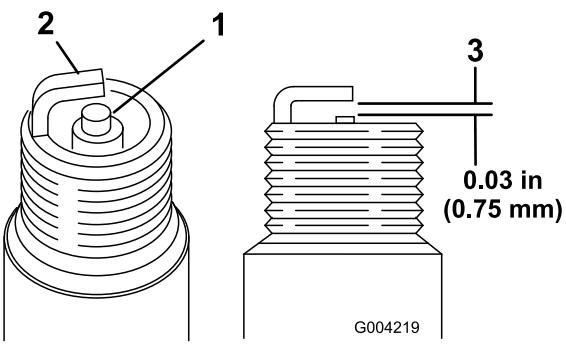

Figura 50
1. Controllate la parte centrale di entrambe le candele (Figura 50). Se l'isolatore è di color marrone chiaro o grigio, il motore funziona correttamente. Una patina nera sull'isolatore significa in genere che il filtro dell'aria è sporco.
2. Controllate la distanza tra gli elettrodi centrale e laterale (Figura 50).
3. Piegate l'elettrodo laterale (Figura 50) se la distanza non è corretta.